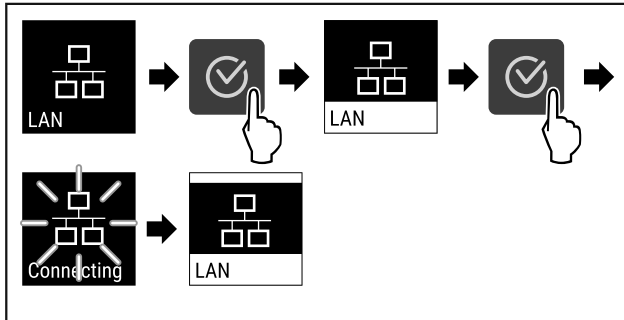

Fig. 90
- ▶ Udfør handlingstrinene (se Fig. 90) .